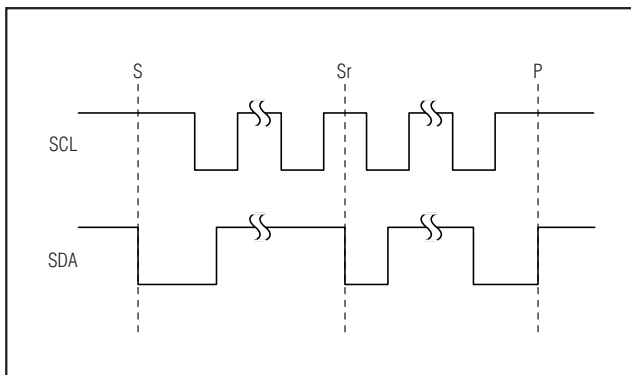

图10. START、STOP和REPEATED START命令
主机设备通过发出START命令启动通信。START命令是在SCL为高电平时，SDA由高到低的跳变产生的。STOP命令是在SCL为高时，SDA由低到高的跳变产生的（图10）。来自主机的START (S) 命令通知MAX9702开始传输。主机通过发出STOP (P) 命令终止传输并释放总线。若产生的是REPEATED START (Sr) 命令，而不是STOP命令，则总线保持有效。